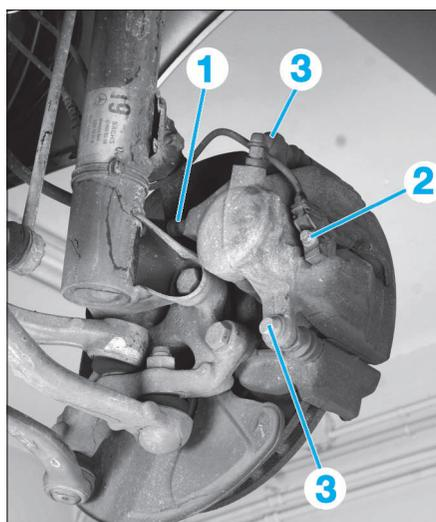

FIG. 3
- Débrancher le flexible (1) de l'étrier (Fig.3).